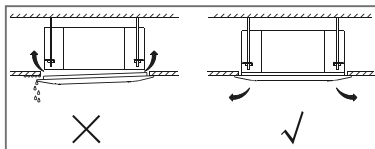

FIG. 20
- c) Depois de instalar a grelha, verifique se não há espaço entre o corpo da unidade e o painel decorativo. Caso contrário, o ar pode vazar através do espaço e causar condensação de água e presença de umidade. (Fig. 20).